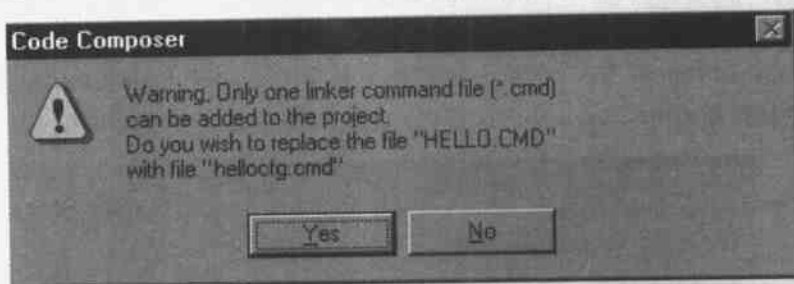

图 7.13 多个链接命令文件警告信息
(1) 执行菜单命令 Project→Add Files to Project, 将 hello.cdb 加入, 此时在工程视图中将添加一个名为 DSP/BIOS 的目录, hello.cdb 被列在该目录下。此外, CCS2 自动将 hellocfg.s54 和 hellocfg.c.c 等文件拷贝到 Generated Files 文件夹下。
(2) 链接的输出文件名必须与 .cdb 文件名一样, 在 Project→Options 的 Linker 栏中查看输出文件名是否为 hello.out, 如不是则将其更改为 myhello.out。
(3) 执行菜单命令 Project→Add Files to Project, 将 hellocfg.cmd 加入到 CCS2 中。由于一个工程中只能有一个链接命令文件, 所以, 此时会产生警告信息, 如图 7.13 所示。